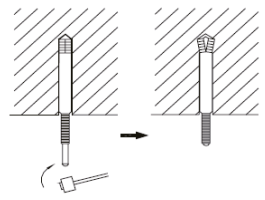

Fig.7
3. Insira os parafusos de ancoragem nos furos e coloque os pinos completamente dentro dos parafusos de ancoragem com um martelo (Fig.7).